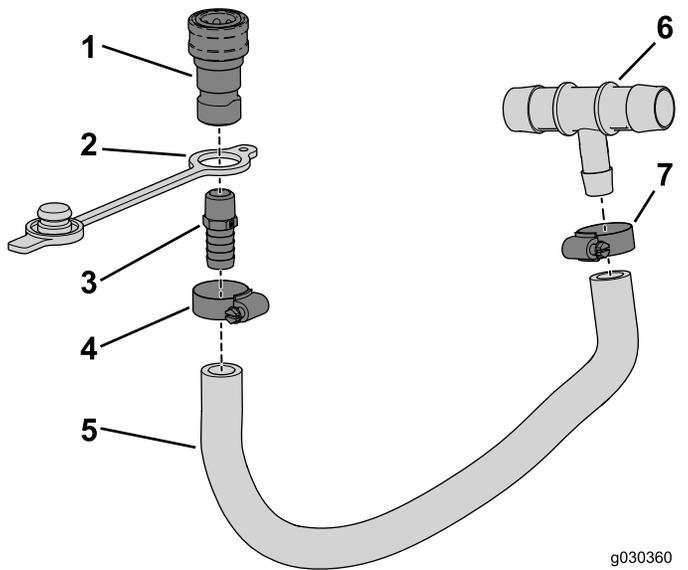

Рисунок 17
2. Наденьте пылезащитную заглушку на резьбовой конец прямого штуцера, как показано на Рисунок 17.
3. Заверните прямой штуцер в соединитель с внутренней резьбой (Рисунок 17).
6. Вставьте конец типа «елочка» прямого штуцера в шланг и закрепите шланговым хомутом, как показано на Рисунок 17.
7. Вставьте конец типа «елочка» тройника в шланг и закрепите шланговым хомутом, как показано на Рисунок 17.
1. Удалите крышки, закрывающие отверстия в опорной трубе (Рисунок 17).